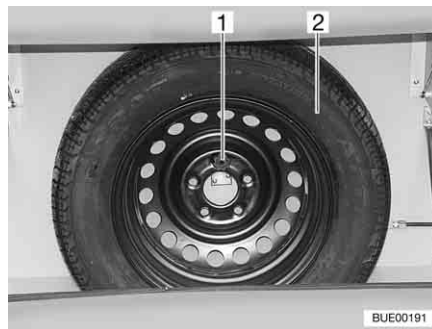

Fig. 234 Supporto per la ruota di scorta
Il supporto per la ruota di scorta è fissato nel vano portabombole. La ruota di scorta (Fig. 234,2) è disponibile con sovrapprezzo.
- Svitare il bullone (Fig. 234,1).
- Prelevare la ruota di scorta (Fig. 234,2).